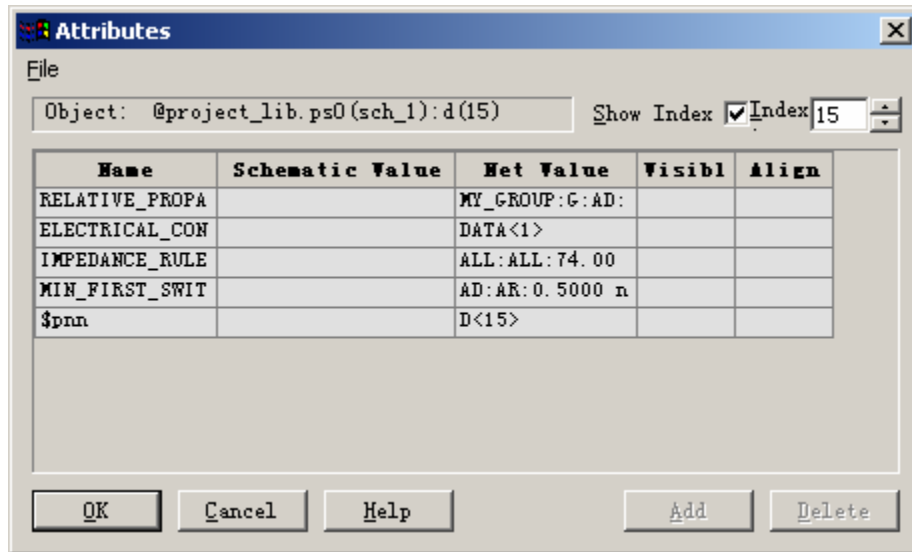

图 5-6 【Attributes】对话框
5. 选择【Show Index】选项，【Index】设置为“15”，请见图 5-6。